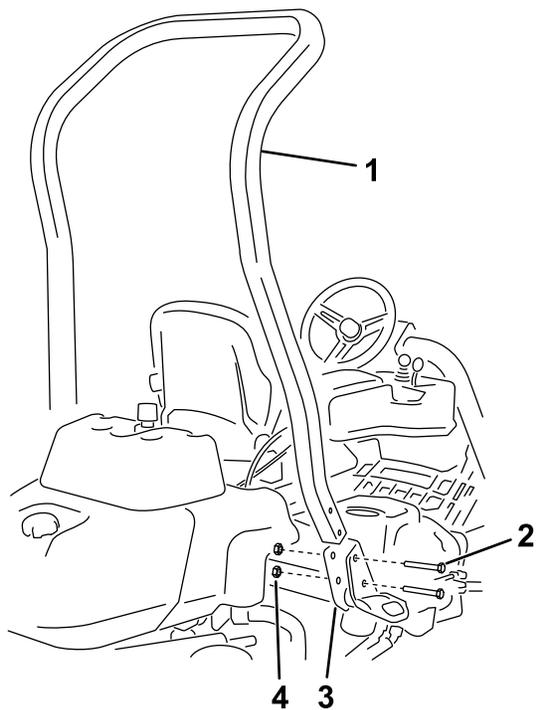

図 3
3. ROPS ブラケットに ROPS バーを取り付けるボルト $\frac{1}{2}$ " x  $3\frac{3}{4}$ " 4本、フランジナット $\frac{1}{2}$ " 4個を使って **図3**のように取り付ける。